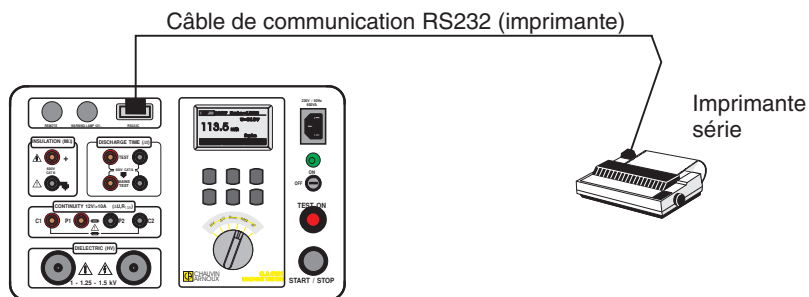

Fig.28. Connexion du CONTROLEUR "MACHINE" C.A 6121 à une imprimante série
1. Connectez le **CONTROLEUR MACHINE C.A 6121** à l'imprimante série ou au PC (voir figures 28 à 30) en utilisant les câbles et adaptateurs de communication RS232 nécessaires.